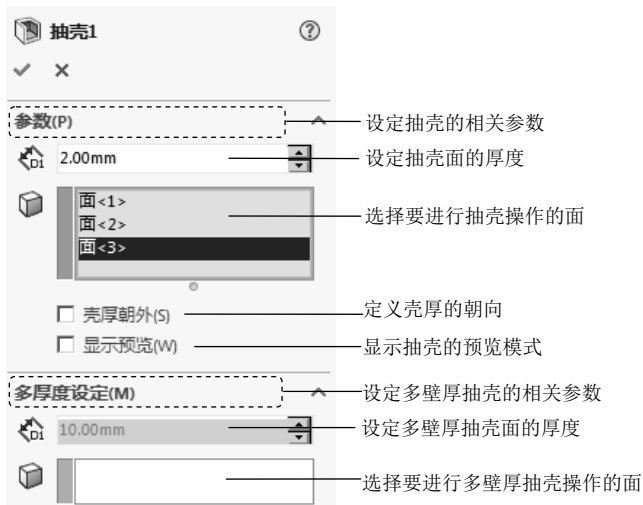

图 5.12.2 “抽壳 1”对话框
Step2. 选择命令。选择下拉菜单 **插入(I)** → **特征(F)** → **抽壳(S)...** 命令 (或单击“特征 (F)”工具栏中的  按钮), 系统弹出如图 5.12.2 所示的“抽壳 1”对话框。